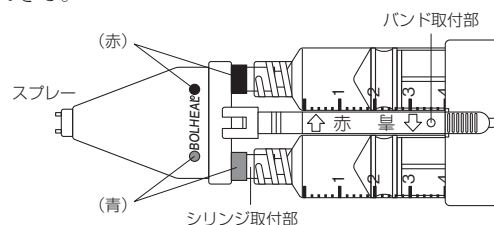

図3
8. バンドの穴をバレルホルダーに固定する。（図3）
7. 本品のコネクターとボルヒール調製器セットを一度取り外し再び取り付ける場合もスプレーの色の表示とシリンジの色を合わせること。（図3の通り）取り付け位置を逆にするとスプレー内でボルヒールが硬化し、本品が使用出来ない可能性がある。